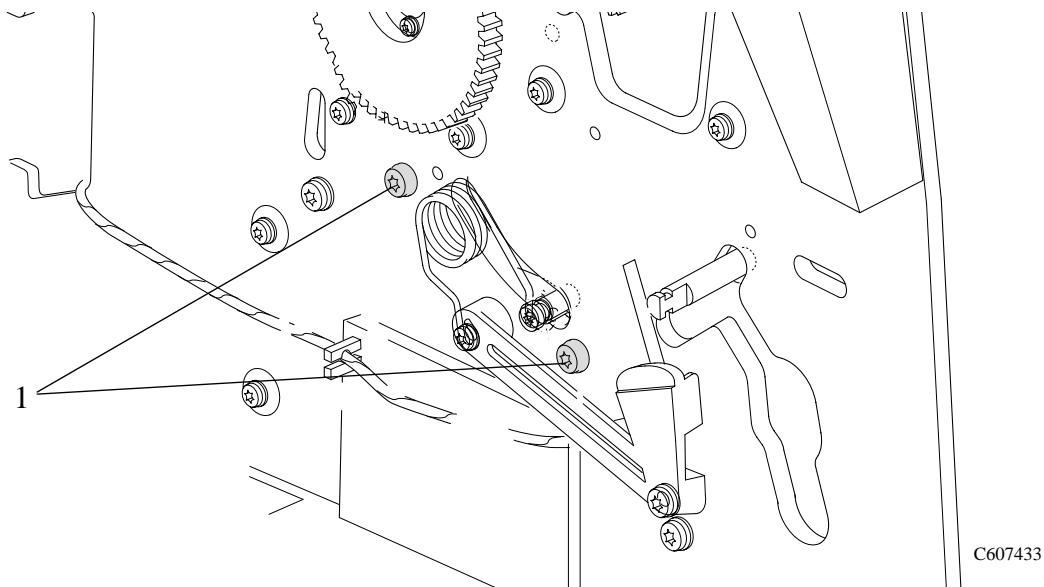

図 78 : センタ ガイド左側のネジ
- 3** センタ ガイドの左側を固定している左のサイド プレートから、2本のT-15のネジを取り外します(図78参照)。